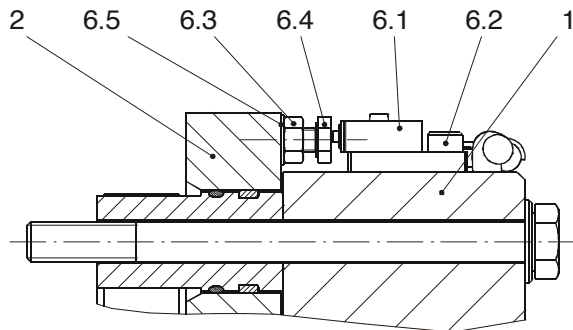

Fig. 9
Control de entrehierro (6) Fig. 9 (opción en función de tipo)